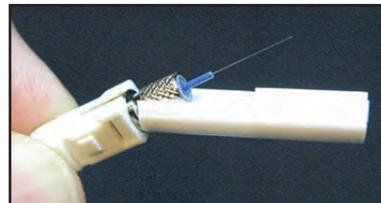

Figura 1
3. Mientras sujeta firmemente el conector, tire del protector de corte para sacarlo del conector (Figura 1).